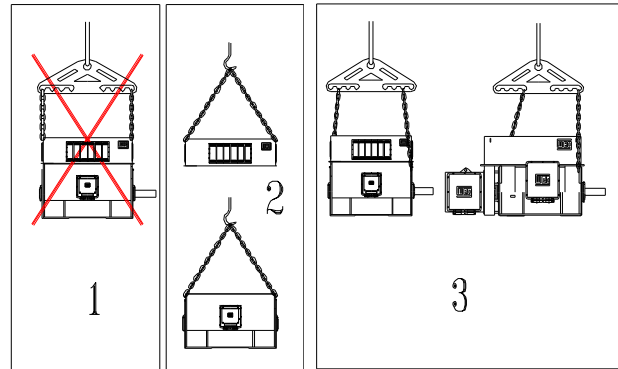

Рисунок 3.1. Перемещение двигателя
- Перемещение двигателя следует осуществлять согласно схемам 2 и 3 на Рисунок 3.1.
- Если центр тяжести расположен не строго по центру между подъемными скобами, воспользуйтесь одним из методов схемы 3 на Рисунок 3.1.